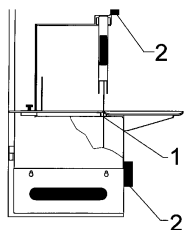

Fig.7.6.3
7.8. - Nettoyage de le goujon guide-lame (Fig. 7.6.3)